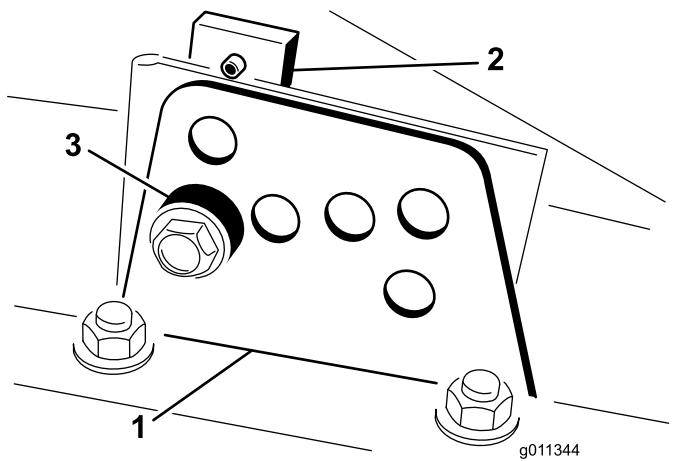

Рисунок 21
4. Удерживая камеру, снимите проставку (Рисунок 21).